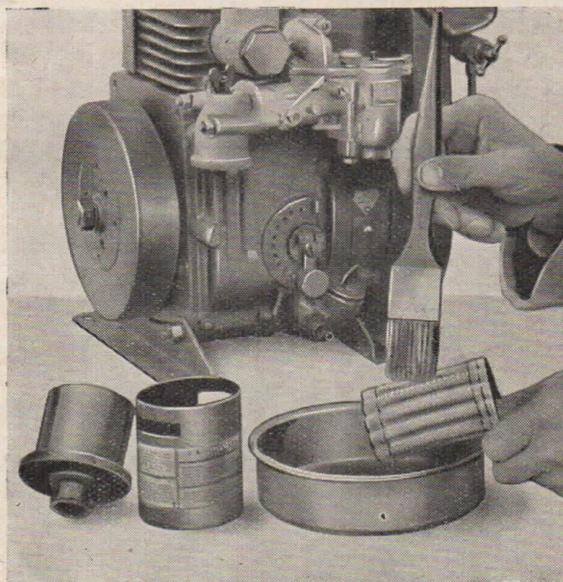

Fig. 4. - Nettoyage du filtre à air.
**Le filtre à air** est disposé à l'entrée du carburateur. Son entretien consiste à nettoyer la garniture filtrante (fig. 4) et le bain d'huile ; refaire le niveau toutes les 70 heures, en même temps que la vidange du moteur, avec la même huile que celle utilisée pour le graissage. La fréquence de ces nettoyages varie suivant la densité de la poussière dans l'atmosphère où le moteur fonctionne. Une baisse de puissance coïncidant avec une consommation exagérée d'essence et avec l'encrassement des bougies, peut provenir de ce que le filtre à air est colmaté. Dans ce cas, le nettoyage s'impose, au besoin tous les jours.
Pour accéder au manchon filtrant, démonter l'écrou à oreilles situé au-dessus du coude de raccordement au carburateur, sortir la tige filetée et dégager le couvercle et l'enveloppe qui sont emboîtés l'un dans l'autre (fig. 4). Nettoyer le manchon filtrant à l'essence ou au gas-oil.